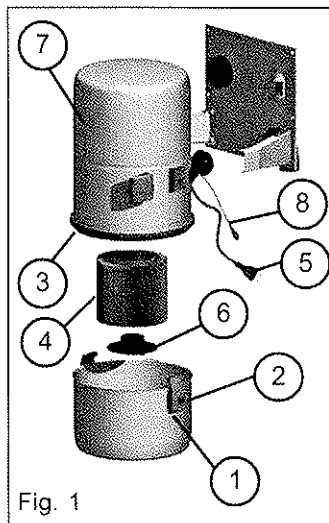

Fig. 1
2.1 Tömning av dammbehållare, fig. 1
2.2 Filterservice, fig. 1
Motorn och övriga elkomponenter finns upptill i centralenheten [fig 1; (7)]. Den övre delen innehåller inga delar som kan servas av användaren. Om fel uppstår, kontakta en auktoriserad Allaway-servicefirma.
Kontrollera svagströmskontaktens [fig. 1; (8)] anslutning till motstycket på centralenhetens väggstativ.
Kontrollera om anläggningen startar från centralenhetens svagströmskontakt [fig. 1; (8)] genom att kortsluta centralenhetens startkrets med en metallråd.
Ta loss centralenheten från dess plats när tilltäppningen är lokaliserad och kontrollera att centralenhetens anslutningsstosar inte är tilltäppta. Koppla stosen på centralenhetens sug sida till sugdosan i den gren som är tilltäppt med en slangmuff [eller om tilltäppningen finns i ett stamrör till den dosa som är närmast tilltäppningen]. Starta centralenheten från svagströmskontakten [fig. 1; (8)] med en metalltråd. Gå till det ställe där centralenheten är installerad; tillslut/öppna öppningen på sugröret med handflatan. Detta utsätter tilltäppningen för kortvarigt undertryck. Lösgör centralenheten från sugdosan så att turbinen får luft emellanåt och inte överhettas, om tilltäppningen inte försvinner inom 10–15 sekunder. Upprepa försöket efter cirka en minut.
Starta centralenheten – med alla sugdosor stängda – från centralenhetens svagströmskontakt [fig. 1, (8)] med en metalltråd. Om det efter cirka 10 sekunders drift kommer luft ur utblåsningsröret, läcker rörsystemet. Lokalisera och åtgärda läckaget. *Låt inte centralenheten gå med alla sugdosor stängda längre än 20 sekunder*, eftersom turbinen inte får luft i en helt tät installation. Den överhettas och kan ta skada.